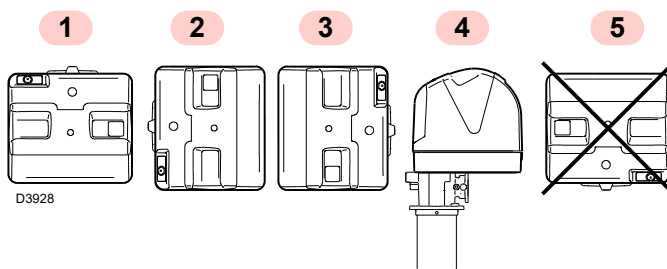

Abb. 8
- Der Brenner kann ausschließlich in den Stellungen 1, 2, 3 und 4 betrieben werden (Abb. 8).